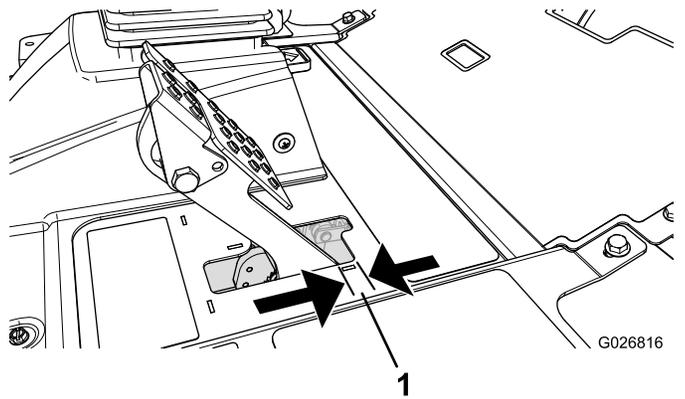

Рисунок 108
4. Слегка нажмите педаль тормоза и измерьте расстояние перемещения педали без сопротивления (Рисунок 108).
Примечание: Отрегулируйте тормоза, если свободный ход (Рисунок 108) педали тормоза превышает 2,5 см или требуется большее усилие нажатия стояночного тормоза для торможения.
6. Затяните задние гайки, чтобы переместить трос назад так, чтобы свободный ход педалей тормоза составил от 6 до 13 мм (Рисунок 108) до момента фиксации колес стояночным тормозом.